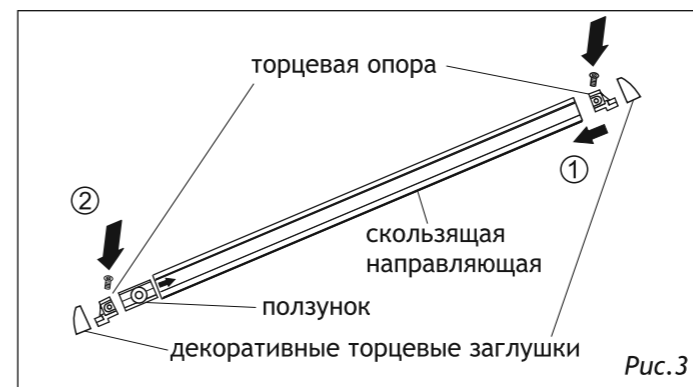
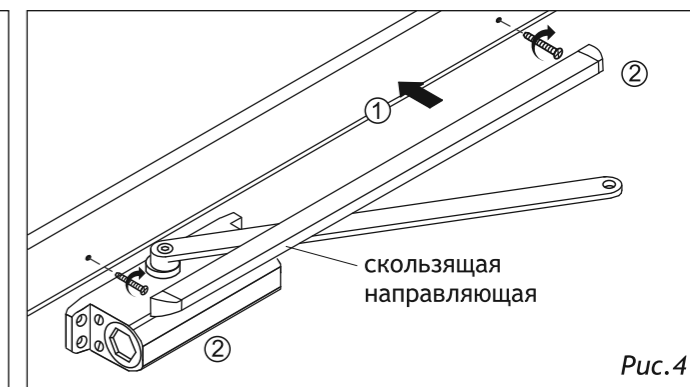

Рис. 3
Рис. 4
4. Вставьте ползунок в скользящую направляющую. Винтами закрепите торцевые опоры на скользящей направляющей. Установите скользящую направляющую и закрепите на ней декоративные торцевые заглушки (рис. 3) и (рис. 4);